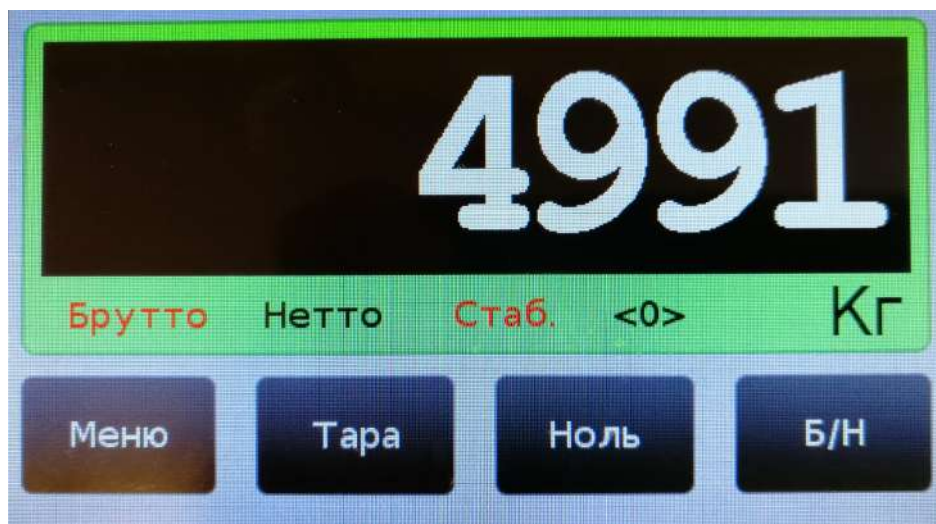

Рис. 8.1.1. Вход в меню установки параметров.
8.1.1. Вход в главное меню установки параметров производится по нажатию на кнопку «Меню», см. рис. 8.1.1.
8.3.3. В режиме «**Всегда взвешивать**» значение веса тары будет вводиться путём непосредственного взвешивания тары при нажатии на кнопку «**Тара**», см. рис. 8.1.1, стр. 8.